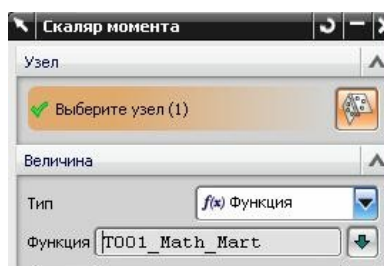

рис.135
•Затем опишем **скалярный момент** (рис.135), который дополнительно налагаем на наш вращательный шарнир. Величина момента задается математической функцией.